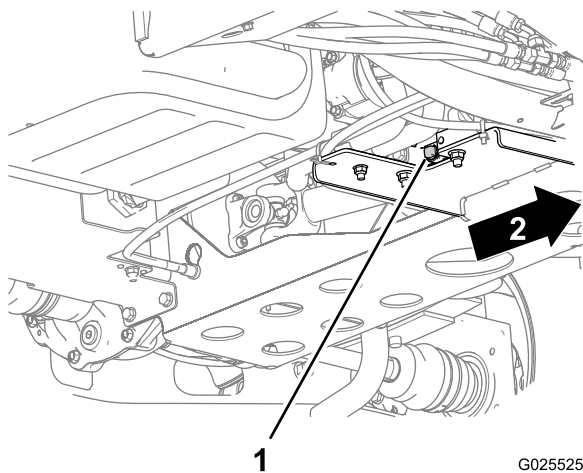

Рисунок 52
2. Поместите большой сливной поддон под пробку сливного отверстия двигателя для слива масла (Рисунок 52).
3. Снимите сливную пробку и дайте маслу вытечь в сливной поддон (Рисунок 52).